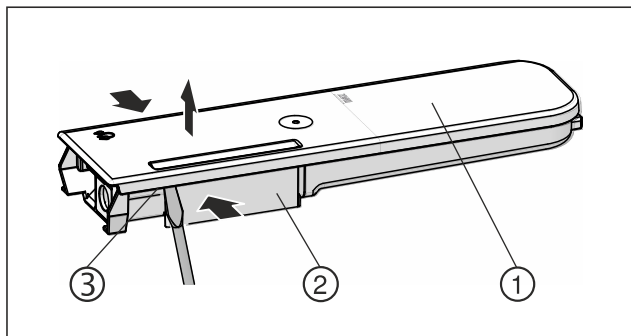

Fig. 165
- ▶ Rezervoar za vodo Fig. 165 (2) potisnite skupaj in pokrov Fig. 165 (1) previdno dvignite in povlecite navzgor nad zaklepne utore Fig. 165 (3).
- ▶ Pokrov Fig. 165 (1) narahlo potisnite v eno in drugo smer, nato ga odstranite s potiskom navzgor.